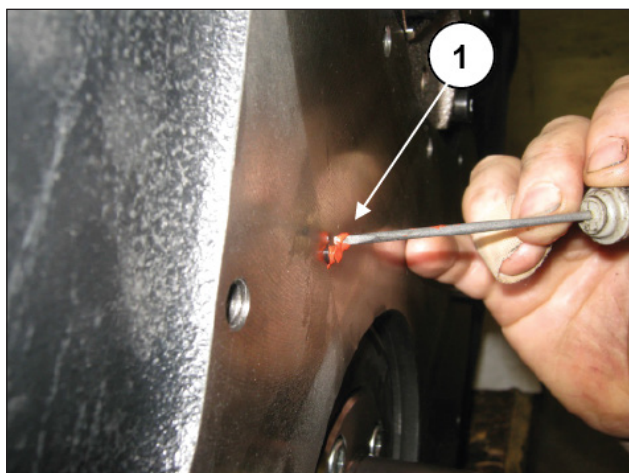
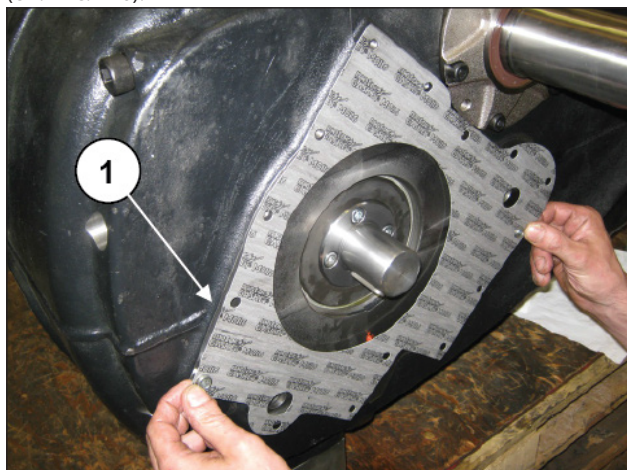

Рис. 116
Рис. 126
**Смажьте силиконовым герметиком типа MOTORSIL D (Arexons) все места соприкосновения выступов уплотнительных колец OR с плоскими уплотнениями (Рис. 116, поз. ①).**
Установите крышку коленчатого вала с соответствующим уплотнением (после смазки выступающих колец OR силиконовым герметиком, см. Рис. 116, и затяните крепежные винты M8 (поз. ①, Рис. 121 - Рис. 122).
Установите плоское уплотнение (поз. ①, Рис. 126) после смазки выступающих колец OR силиконовым герметиком (см. Рис. 116).